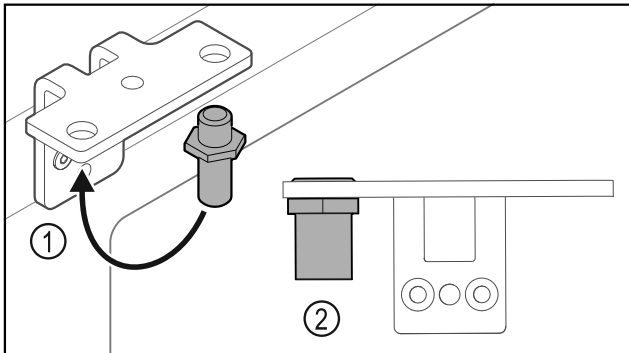

Fig. 33
- ▶ Переставьте палец Fig. 33 (1) в шарнирном уголке.
- ▶ Затяните палец Fig. 33 (2) с **моментом 12 Нм**.